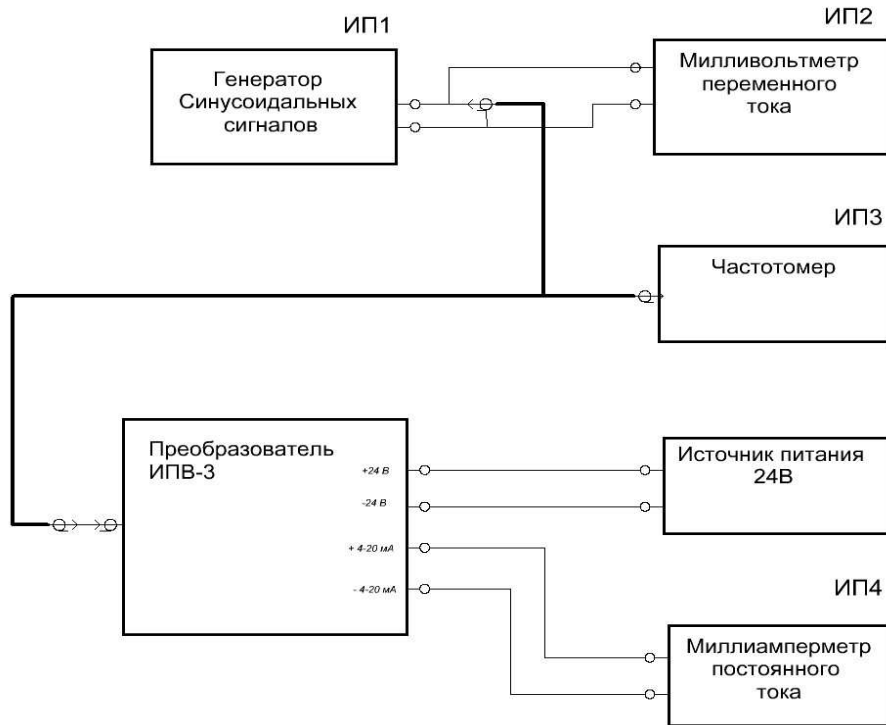

Рисунок 14. Схема рабочего места для проведения поверки преобразователя
- 10.2.2 Собрать рабочее место для проведения поверки согласно схеме (рис. 14). Коаксиальный разъём ко входу преобразователя не подключать и замкнуть накоротко вход. Подготовить измерительные приборы к работе согласно их инструкциям по эксплуатации.